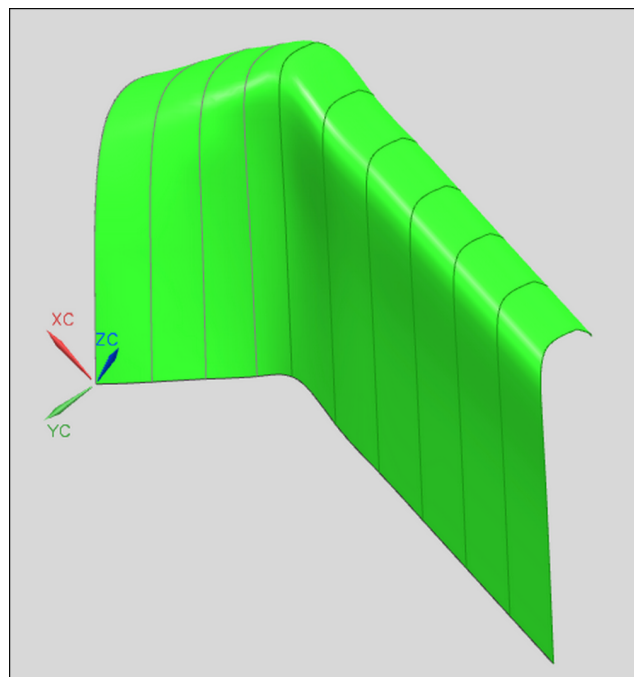

Рис. 1.21. Поверхность свободной формы, созданная с помощью опции **По сечениям**
- после нажатия клавиши **ОК** в графическом окне создается поверхность по сечениям (рис. 1.21).